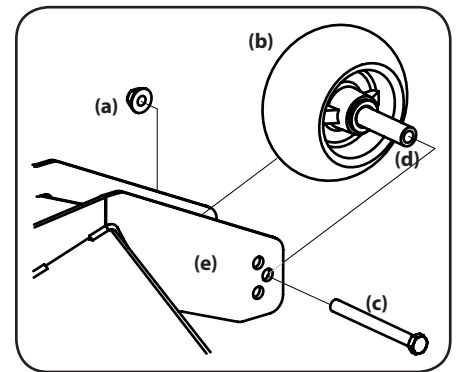

Figure 4-11
2. Retirez l'écrou autobloquant (a) qui sert à retenir la roue de jauge avant (b) au plateau de coupe. Enlevez la roue de jauge avant (b), le boulon (c) et l'entretoise (d). Voir Figure 4-11.